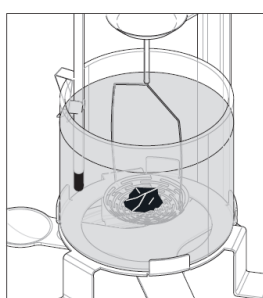

Figura 4.2-3
- Aprire le porte del paravento, mettere il solido nel supporto (vedere figura 4.2-3). Assicurarsi che nessuna bolla d'aria aderisca al solido (rimuovere eventuali bolle d'aria con un pennello fine).